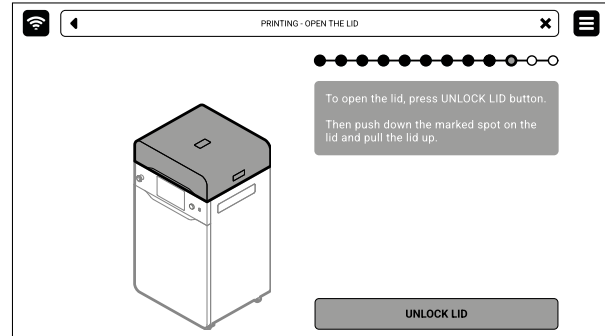

Abb. 6.3 Lösen der elektronischen Verriegelung.
1. Drücke **UNLOCK LID**, um die elektronische Verriegelung zu lösen und die Druckkammer zu öffnen (Abb. 6.3).